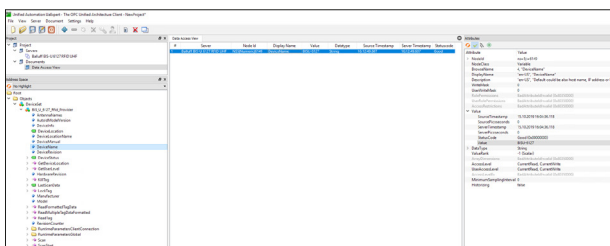

Bild 9-19: Darstellung einer Variablen im *DATA ACCESS VIEW*
- ⇒ Sobald die Variable sich in diesem Fenster befindet, werden weitere Informationen angezeigt (siehe Bild 9-19). In der Spalte *VALUE* findet man den aktuellen Wert der Variablen.